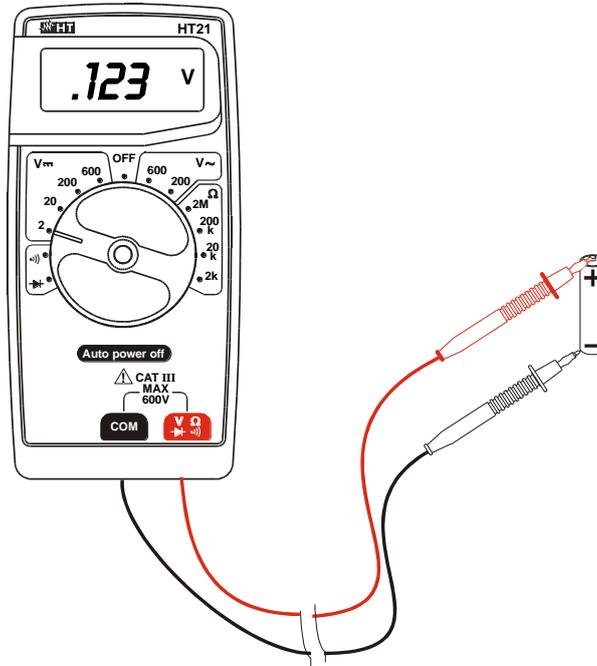

Fig. 2: Utilização do instrumento para medir tensões CC
2. Inserir o cabo vermelho no terminal de entrada **VΩ** e o cabo preto no terminal de entrada **COM** (ver Fig. 2).
6. O símbolo "-" indica que a tensão tem um sentido oposto relativamente à ligação mostrada na Fig. 2.